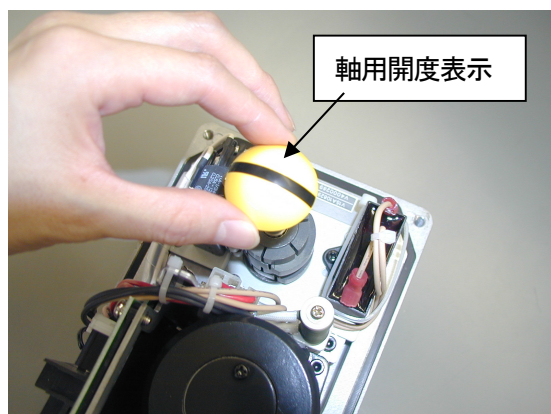

図 12-14 軸用開度表示
手順⑫ 軸用開度表示を回して、カバー用開度表示との位置をあわせてください。(図 12-14 軸用開度表示 図 12-15 カバー用開度表示)